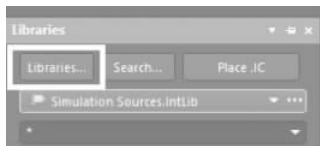
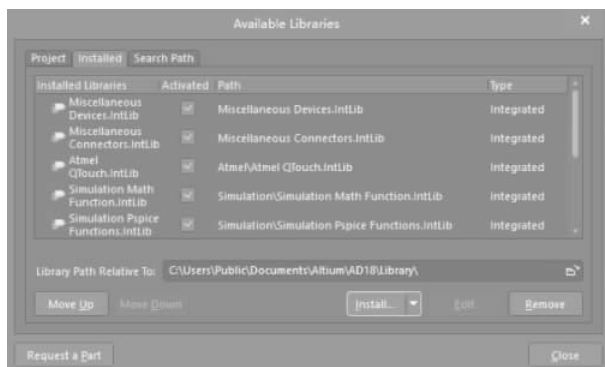

图 3-1 元器件库浏览界面
图 3-2 添加库浏览界面
(1) 在当前 AD 主界面工具栏下单击  按钮,打开如图 3-1 所示的元器件库浏览界面(若没有,可在 Design 中找到)。
(2) 在图 3-1 所示的界面内,单击 Libraries 按钮,打开如图 3-2 所示的 Available Libraries(可利用的库)界面,选择 Installed 标签。
(3) 单击图 3-2 界面下方的 Install 按钮。